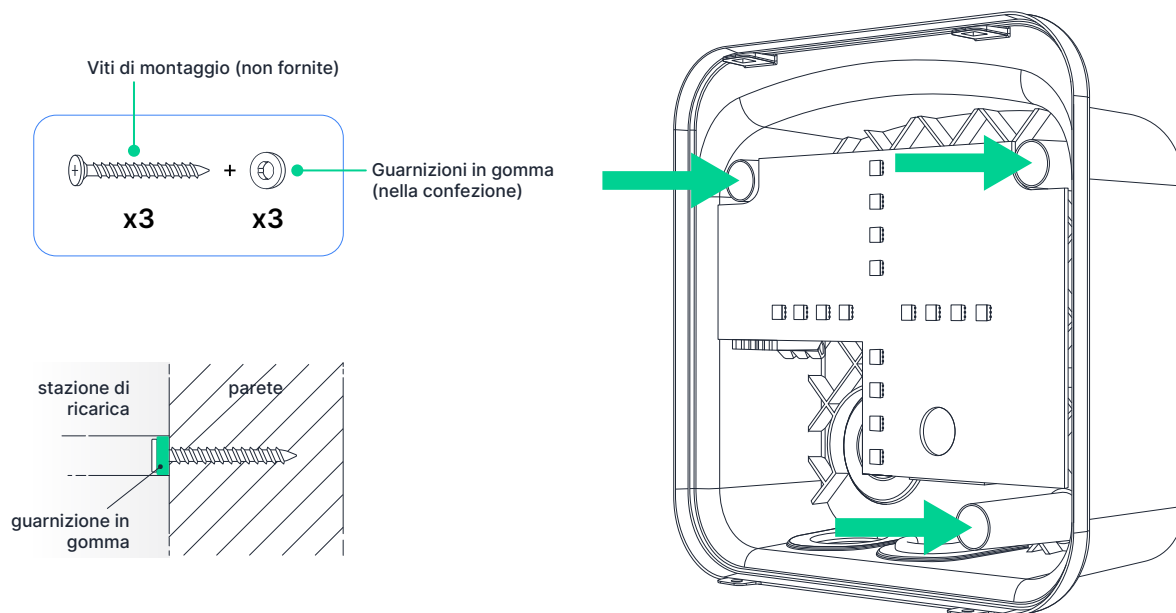

Fig. 6 - Punti di montaggio della stazione di ricarica 1P7K
e viti di ancoraggio e le viti corrispondenti non sono incluse. (Fig. 6 - pag. 18)
9. Fissare il corpo principale della stazione di ricarica alla parete inserendo le viti con la **rondella di gomma in dotazione attraverso i punti di montaggio** e stringendole a mano con un cacciavite. (Fig. 6 - pag. 18)